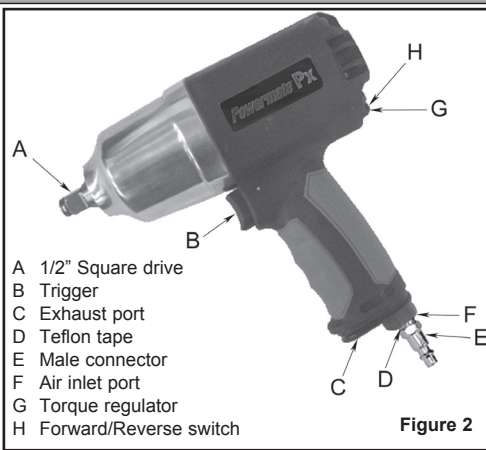

Figure 2
- Install a 1/4" NPT male connector (not included) into the air inlet port on the tool (see Figure 2).
- Installez un raccord mâle 1/4 po NPT (non inclus) à l'orifice d'admission d'air de l'outil (voir Figure 2).